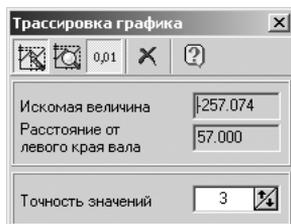

Рис. 3.69. Диалоговое окно **Трассировка графика** со значениями параметров в указанной точке и точность значений
- щелкните по кнопке  – **Задать точность отображения, количество знаков после запятой**. Появится дополнительная строчка в диалоговом окне **Трассировка графика** (рис. 3.69).